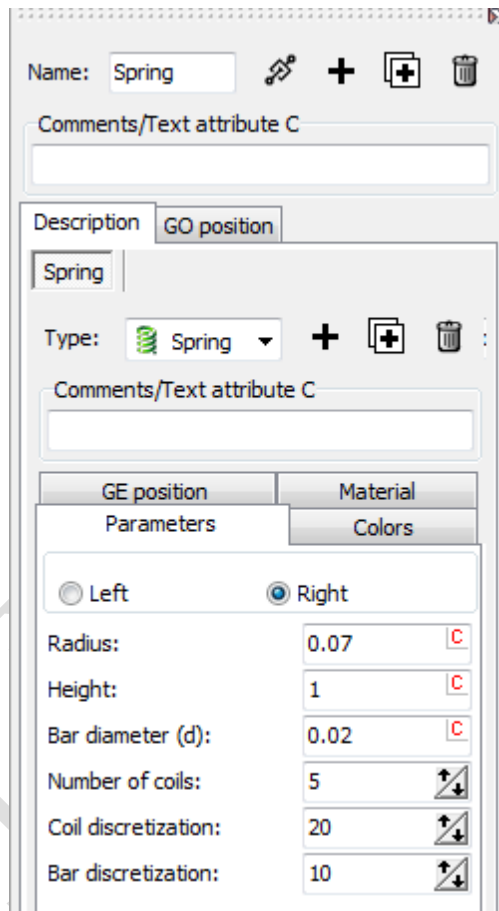

图 2.4 创建 Spring 的几何图形
4. 设置 **Spring** 的尺寸（Parameters）参数，如图 2.4 所示。